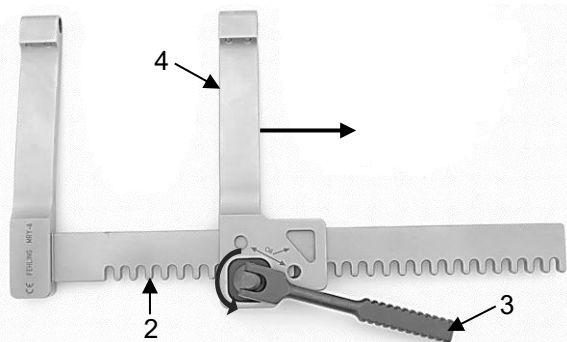

Fig. 18
Vrid drivspaken (3) moturs för att föra den rörliga spridararmen (4) utåt på kuggstången (2) tills den kan tas bort (fig. 18).